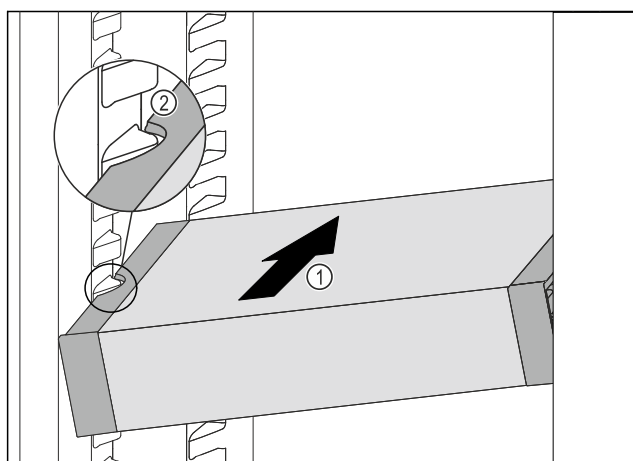

Fig. 54
- ▶ Împingeți VarioSafe oblic în frigider Fig. 54 (1), până când degajările laterale Fig. 54 (2) ale VarioSafe se află la înălțimea nervurii recipientului din frigider.